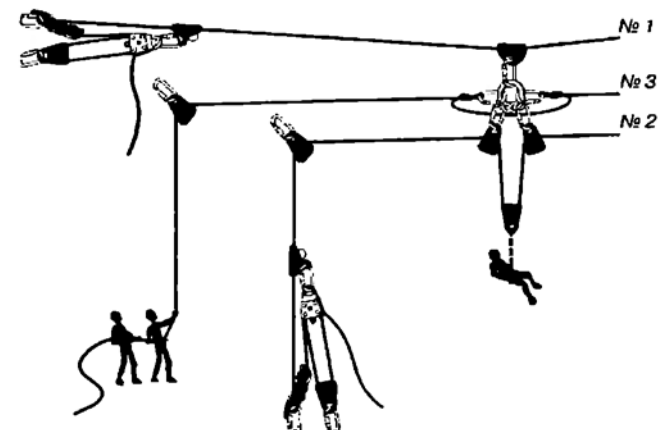

Рис. 17. Спуск (подъем) пострадавшего с помощью канатной дороги
- пострадавшего и спасателя по канатной дороге перемещают с помощью веревки № 3 (рис. 17).